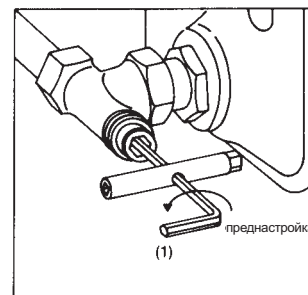

Рис. 2
- 1.3 Теперь преднастроить шпindel вентиля поворотом влево шестигранным ключом SW 4 (1) в соответствии с выбранным по диаграмме количеством оборотов (рис. 2).
- 4.5 Открыть шток вентильной вставки шестигранным ключом SW 4 (1) поворотом влево (рис. 2). Спустить воздух из отопительного прибора.